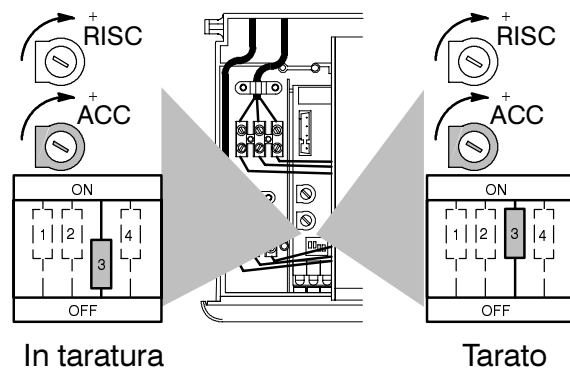

fig. 8
- 9 Azionare il selettore di funzione n° 3 (vedi fig. 8) spostandolo in OFF e regolare la pressione al bruciatore agendo con un cacciavite nel potenziometro "ACC" riferendosi al dato di "Pressione di accensione capitolo Dati per la regolazione gas" (parte seconda)